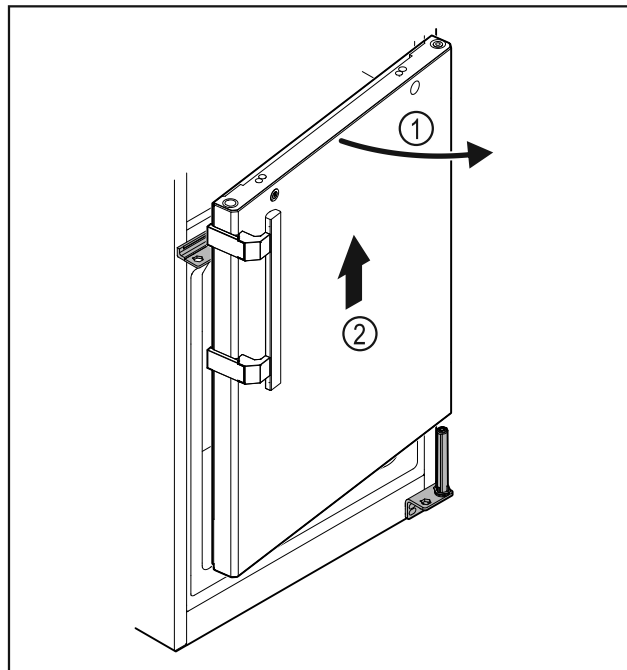

Fig. 27
- ▶ Ouvrir légèrement la porte, la soulever Fig. 27 (1) droite d'environ 200 mm et la retirer Fig. 27 (2).